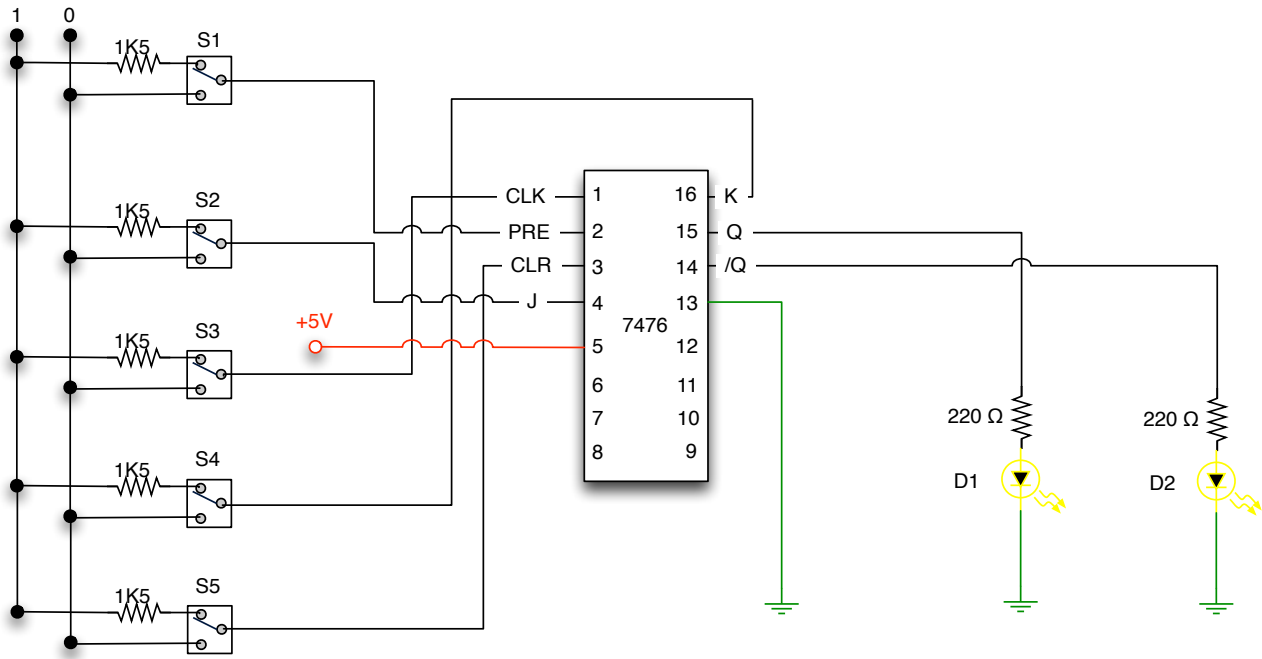

Fig.79
- 9- Circuit de la figure 79 réalisé avec les interrupteurs S1 et S5 à l'état haut (S1,S5 = 1) et les interrupteurs S2,S3 et S4 à l'état bas (S2,S3,S4 = 0).